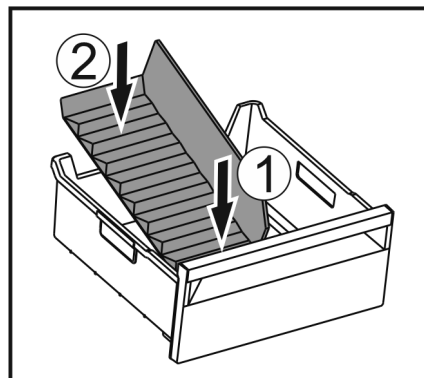

Fig. 185
- Vstavite sprednji del pregrade predala za led. Fig. 185 (1)
- Zadnji del pregrade predala za led spustite do dna predala. Fig. 185 (2)